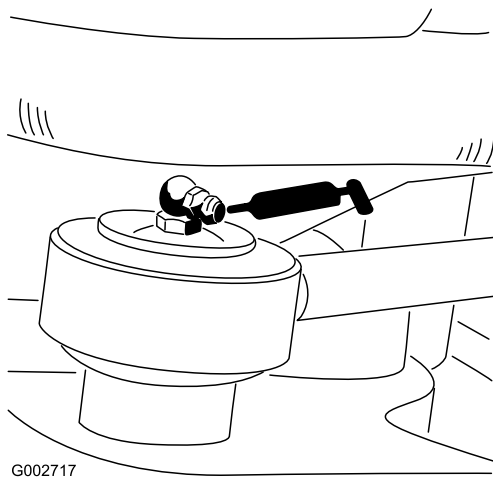

Figure 23
- Extrémité tige du vérin de direction – modèle 08705 seulement (Figure 23)